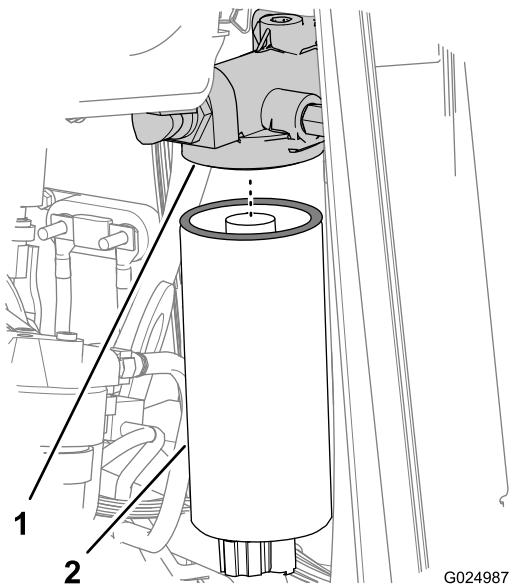
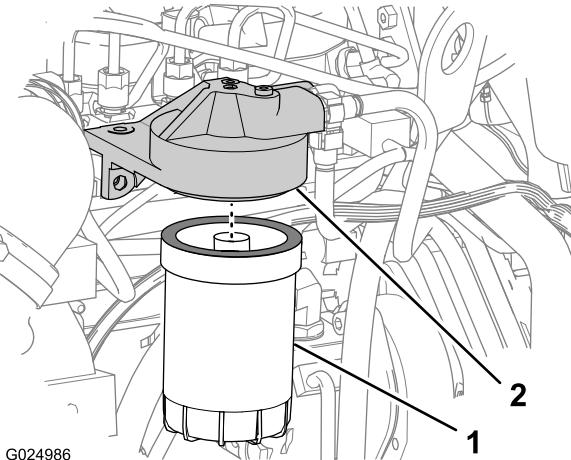

Figura 79
Figura 80
- Allentate e rimuovete il filtro carburante principale (Figura 79).
9. Allentate e rimuovete il filtro carburante secondario (Figura 80).
1. Pulite le superfici di tenuta degli adattatori dei filtri principale e secondario (Figura 79 e Figura 80).
3. Montate il filtro carburante principale sull'adattatore del filtro e serrate il filtro fino a quando la guarnizione non entra in contatto con la superficie della testa del filtro (Figura 79).
non entra in contatto con la superficie della testa del filtro (Figura 80).